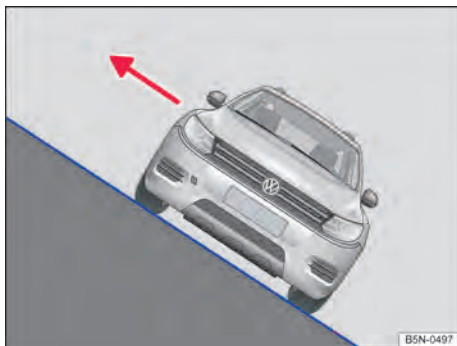

Fig. 192 Em posições inclinadas, desembarcar do lado do veículo voltado para cima da ladeira.
Se o veículo parar com uma posição muito inclinada na ladeira, todos os ocupantes do veículo devem desembarcar pelo lado do veículo que aponta para cima da ladeira \Rightarrow Fig. 192. Isso também é válido se a porta correspondente só puder ser aberta com dificuldade. A porta aberta ladeira acima pode fechar possivelmente devido ao próprio peso ou devido à desatenção.
- Se o veículo parar com uma grande inclinação lateral na ladeira, uma pessoa jamais deve desembarcar do veículo pela porta que estão voltadas ladeira abaixo. Isso pode ocasionar um deslocamento lateral do centro de gravidade total. O veículo pode tombar ou capotar e rolar ladeira abaixo. Para evitar isso, abandonar o veículo somente pelo lado, cuidadosamente, que indica ladeira acima ⇒ Fig. 192.